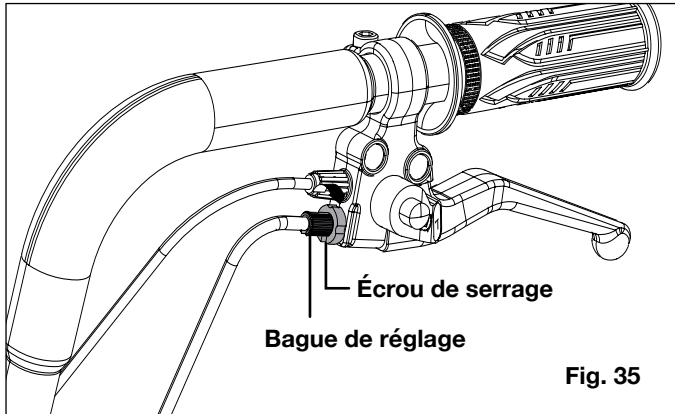

Fig. 35
9. Serrez l'écrou de serrage et la bague de réglage en les tournant dans le sens horaire (Fig. 35).